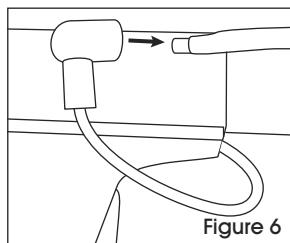

Figure 6
6. Fixez les deux extrémités du câble. (Voir Figure 6)